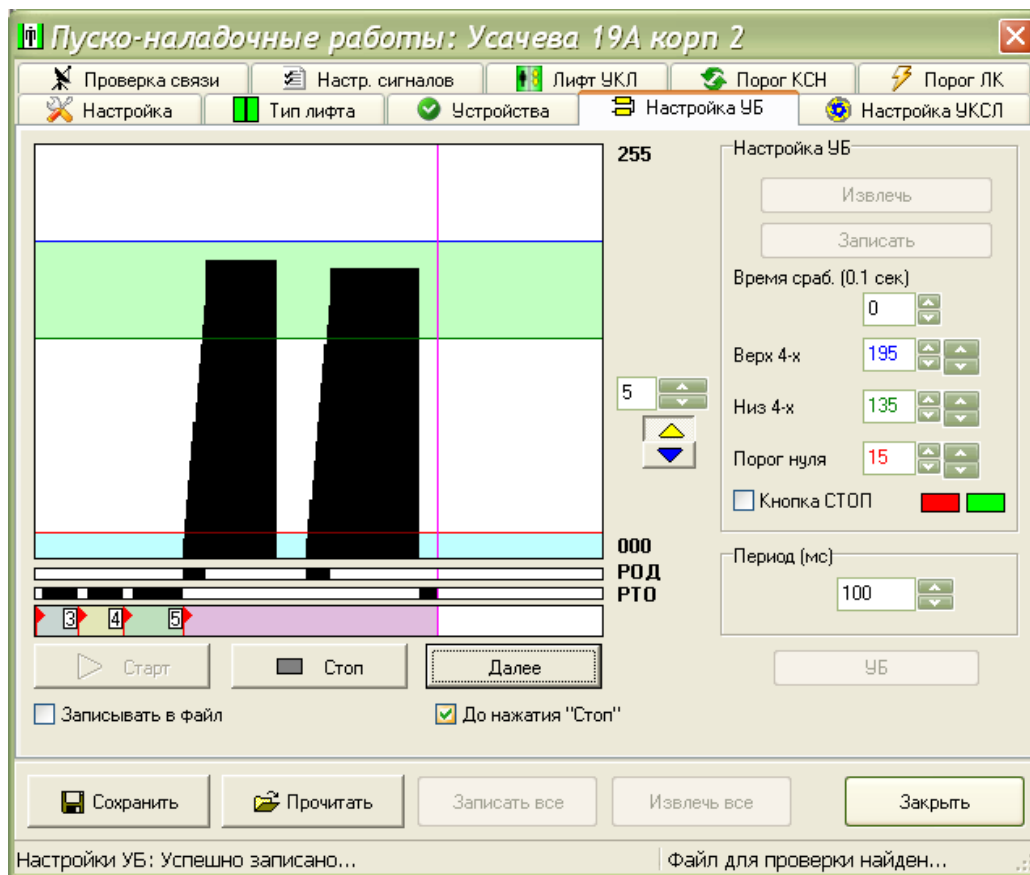

Рисунок 63
11) Нажать кнопку «Старт». В графической области будет отображаться движение лифта, проезд зон точной остановки, открытие двери (рисунок 63).
15) Заключительные работы. Нажать кнопку «Записать» в рамке «Настройка УБ» (рисунок 63). В нижней строке окна должна появиться надпись «Успешно записано». Сделанные настройки будут занесены в лифтовой контроллер КЛН. Для сохранения настройки на жестком диске компьютера однократно нажать мышкой кнопку «Сохранить». Далее в появившемся окне нажать кнопку «ОК».